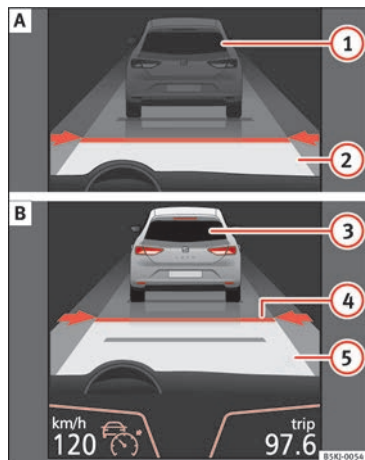
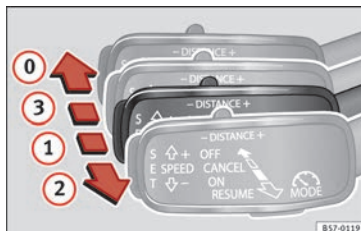
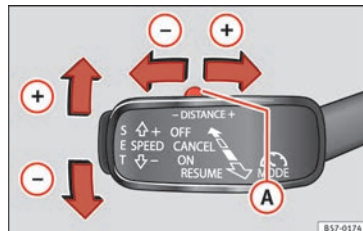

Fig. 194 En la pantalla del cuadro de instrumentos: (A) ACC inactivo (Standby). (B) ACC activo.
Fig. 196 A la izquierda de la columna de la dirección: tercera palanca para manejar el control adaptativo de velocidad.
Fig. 197 A la izquierda de la columna de la dirección: tercera palanca para manejar el control adaptativo de velocidad.
Indicaciones en la pantalla »» **fig. 194:**
Cuando el control adaptativo de velocidad (ACC) está conectado, en el cuadro de instrumentos se ilumina el testigo de control verde (ACC) y en la pantalla se muestra la velocidad programada y el estado del ACC » **fig. 194**.
Una vez iniciada la marcha, si se desea establecer la velocidad actual como velocidad de crucero del vehículo y activar el ACC, pulse la tecla **SET** » fig. 197. En caso de que se desee incrementar o disminuir la velocidad en intervalos de 1 km/h (0,6 mph), desplace la palanca hacia la posición ② » fig. 196 o pulse la tecla **SET** respectivamente.
La velocidad programada puede modificarse con el vehículo detenido o durante la conducción según se desee. Cualquier modificación en la velocidad programada se visualizará en la parte inferior izquierda de la pantalla del cuadro de instrumentos » fig. 194.
Para aumentar o reducir el nivel de distancia pulse la tecla basculante hacia la derecha/izquierda » fig. 197 ①.
- Para activar el ACC, con la tercera palanca situada en la posición ① se debe pulsar la tecla **SET** o se debe desplazar la tercera palanca del ACC hasta la posición ② » fig. 196. En ese momento la imagen del ACC en la pantalla del cuadro de instrumentos pasará a modo *Activo* » fig. 194.
Para desconectar el ACC desplace la palanca a la posición ③ » fig. 196 (encastrada). En
Si no se desea desconectar el ACC sino pasarlo de forma temporal a modo inactivo (Standby), desplace la tercera palanca a la posición ③ » fig. 196 o pise el pedal del freno.